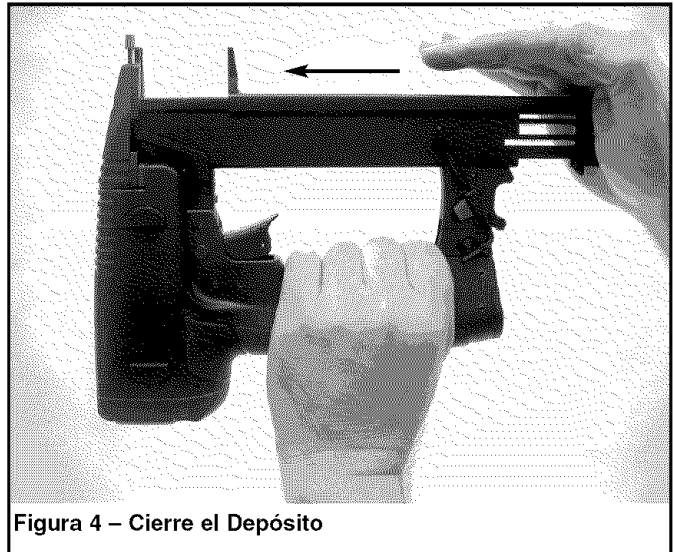

Figura 4 – Cierre el Depósito
- Deslice la tapa del depósito hacia el frente sobre el depósito hasta que el pestillo ajuste en su posición, fijando la tapa del depósito (véase la Figura 4).